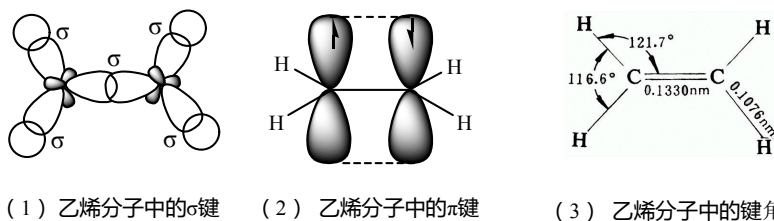

图 9-3 乙烯分子中的 σ 键、 π 键及键角
在乙烯分子中，对称轴在同一平面的五个 σ 键及 π 键的电子云重叠方式的示意图如图 9-3 (1)、(2) 所示。